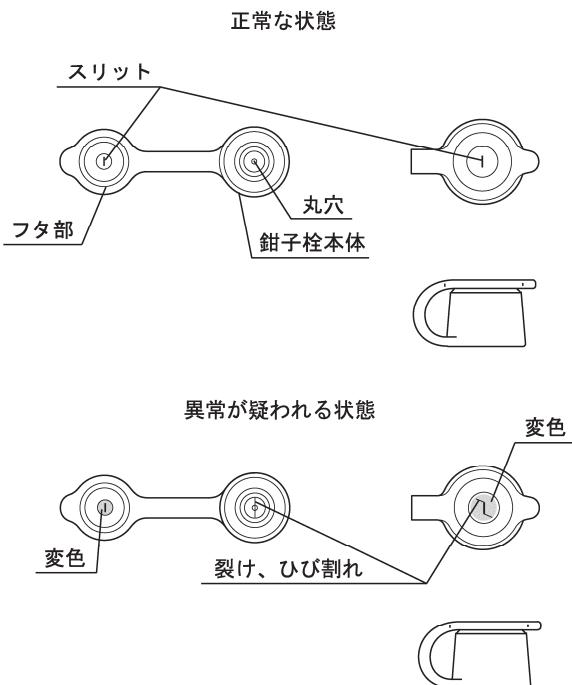

図2
- 鉗子栓のフタ部のスリットまたは鉗子栓本体の丸穴に裂け、ひび割れ、変形、変色などの異常がないことを目視で確認すること（図2参照）。